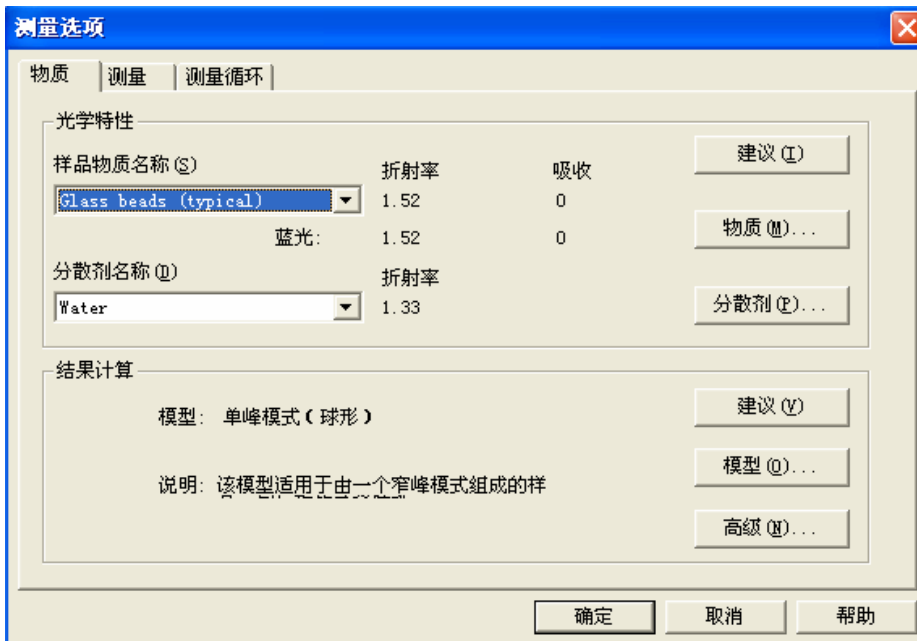

图 D.2 测量选项 1：物质
点击选项按钮，进入测量选项界面（如图 D.2）：
3.点击**下一步**，进入**物质**窗体，其选项与设置方法参看图 D.2 与**测量选项 1：物质选项卡**中的选项说明。